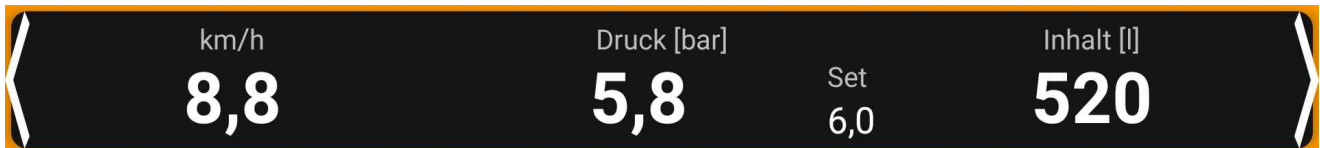

Abb. 3: Informationsband mit Geschwindigkeit, Druck und Inhalt
- **Druck [bar]**: Der aktuelle *Arbeitsdruck* wird mittig in bar angezeigt. Dieser Bereich wird auch zur manuellen Druckeinstellung oder wie in Abb. 3 dargestellt zur Konstantdruck-Regelung verwendet (siehe → Kapitel 1.4.6 „Betriebsmodus“).